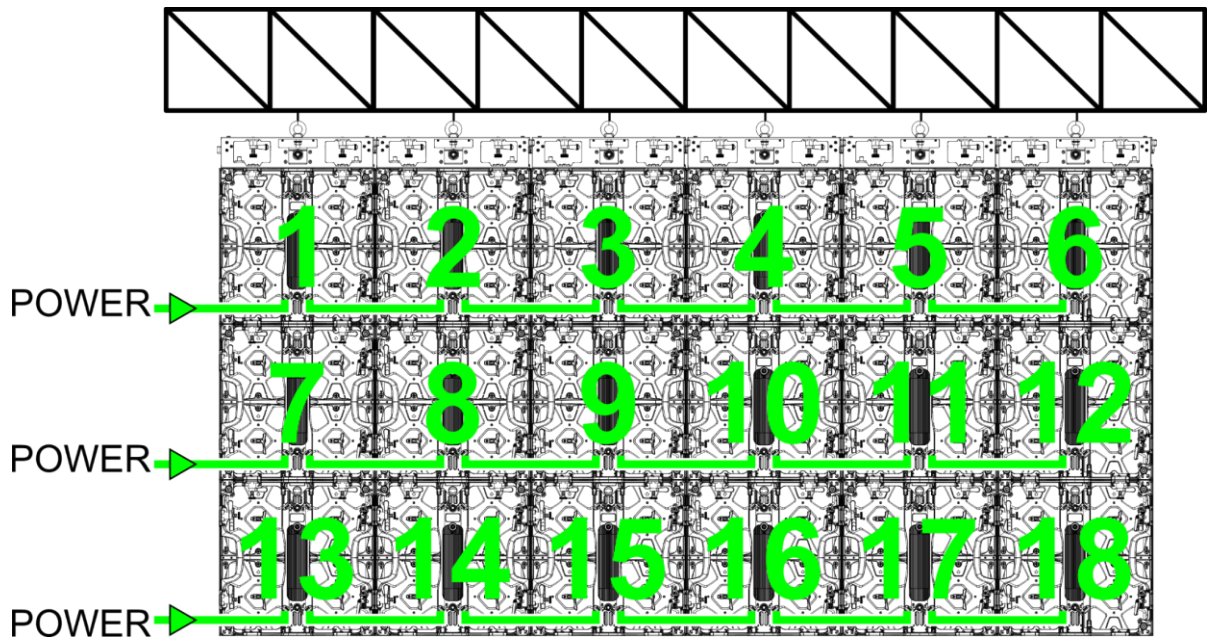

Fig. 62
- 02) Conecte la **salida de alimentación de CA (12)** del primer dispositivo a la **entrada de alimentación de CA (14)** del siguiente dispositivo con el cable de alimentación de CA suministrado.
- 03) Repita el paso 2 para el resto de los dispositivos de la instalación como se indica en la Fig. 62.